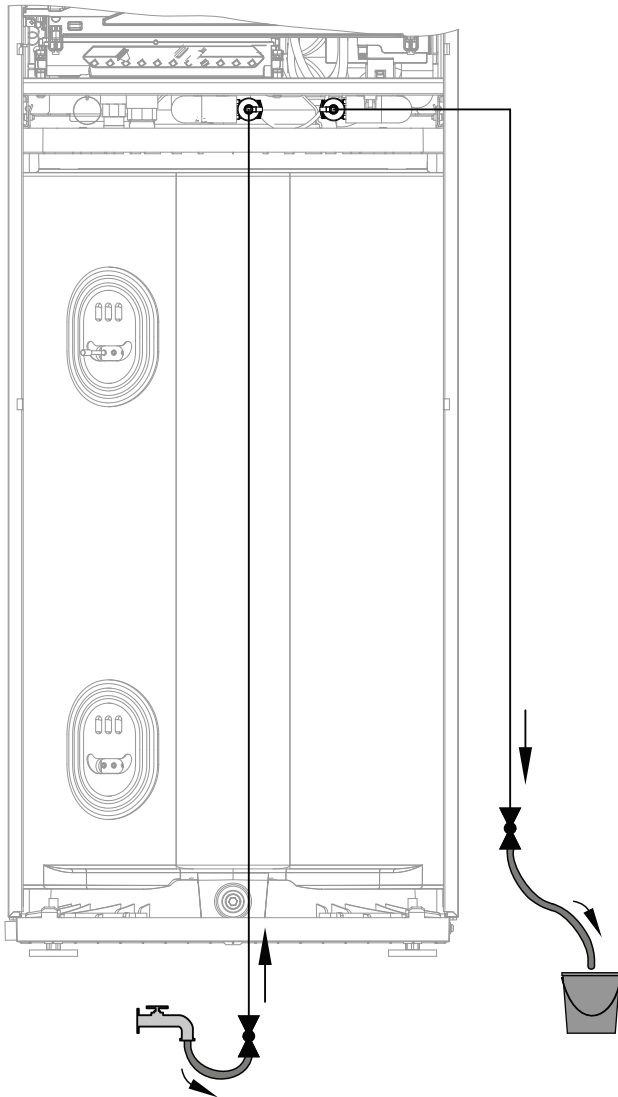

Abb. 66
3. 3-Wege-Kugelhähne im Einlass und Auslass am Befüll- und Spülanschluss gemäß Abb. 66 öffnen. Heizwasser über den Befüllschlauch einströmen lassen.